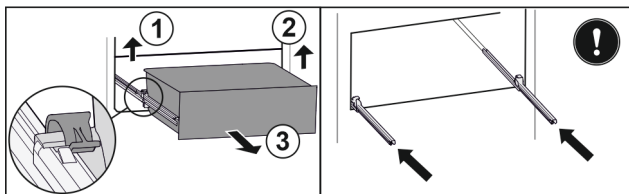

Fig. 121
- Linke Klemme anheben und gleichzeitig Schubfach links nach vorne ziehen. Fig. 121 (1)
- Rechte Klemme anheben und gleichzeitig Schubfach rechts nach vorne ziehen. Fig. 121 (2)
- Schubfach nach vorne entnehmen. Fig. 121 (3)